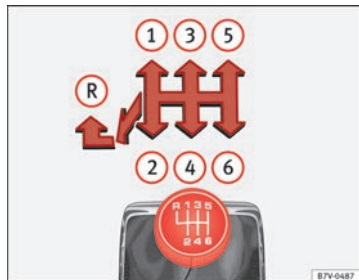

Fig. 132 Schema degli innesti del cambio manuale a 6 marce.
⇒ fig. 132.
- Spostare la leva del cambio a sinistra e poi in avanti nella posizione della retromarcia ⇒ fig. 132 **(R)**.